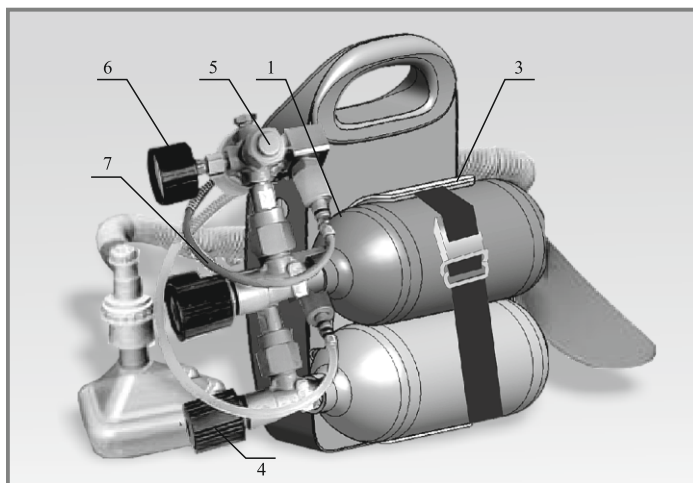

Рис.2
4.4. При использовании аппарата со встроенными источниками питания (работа с аппаратом на месте происшествия), аппарат отсоединяется от внешней сети, снимается с кронштейна и на опорную площадку устанавливается обойма 3 (Рис.2), с закрепленными на ней баллонами кислорода и закиси азота.